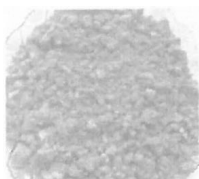

Abb.7
- Giessen Sie die Flüssigkeit durch das Gitter des Deckels und mischen sie während 6-7 Minuten. Verwenden Sie die Dosierbehälter welche beige gestellt wurden. Am Ende des Mischzyklus sollte der Teig sich als körniges Mehl, das die Grösse einer Erdnuss hat, ergeben. (Abb. 7) Besteht der Pasta- Teig aus zu argen Klumpen, korrigieren Sie Ihr Rezept. Sollte der Pasta- Teig ungemischtes Mehl enthalten, kann eine kleine Menge Wasser dazugeben werden.